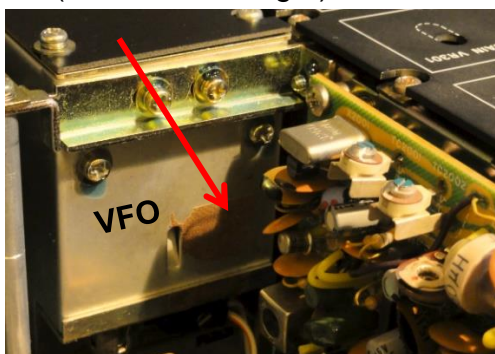

Abbildung 5
- Entfernen Sie den Klebestreifen, der hinten am VFO den 3 poligen Stecker mechanisch vor dem Herausfallen sichert (siehe Abbildung 5).